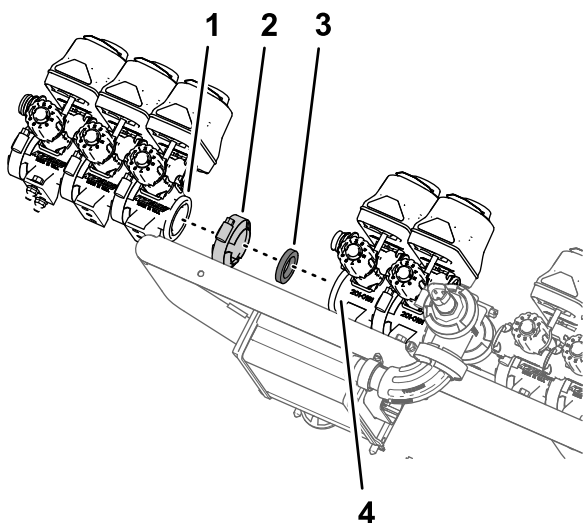

Рисунок 104
1. Установите 3 клапана секций (Рисунок 104), снятых при выполнении пункта 8 в разделе Демонтаж клапанов секций с крепления коллектора \(страница 37\), на фланец клапана 7 узла клапана опрыскивателя с помощью фланцевого хомута и прокладки, снятых при выполнении пункта 4 в разделе Демонтаж клапанов секций с крепления коллектора \(страница 37\).